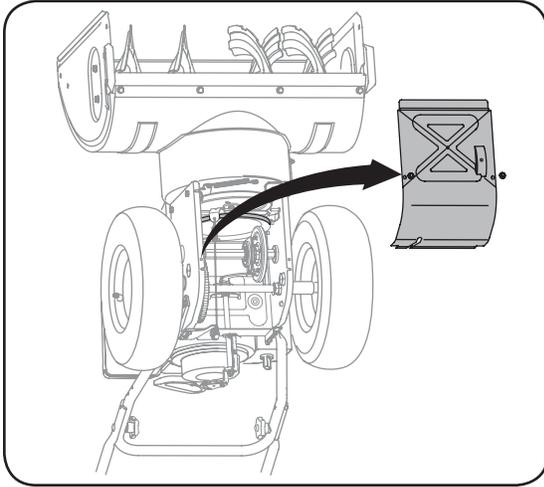

Figure 6-5
1. Basculez doucement la souffleuse vers l'avant pour la faire reposer sur l'habitacle de la tarière. Voir la Figure 6-5.
2. Démontez le couvre-châssis du dessous de la souffleuse en retirant les quatre vis auto-taraudeuses qui le maintiennent en place. Voir la Figure 6-5.
2. Basculez doucement la souffleuse vers l'avant pour la faire reposer sur l'habitacle de la tarière. Voir la Figure 6-5.
2. Basculez doucement la souffléuse vers l'avant pour la faire reposer sur l'habillage de la tarière. Démontez le couvre-châssis du dessous de la souffléuse en retirant les quatre vis auto-taraudeuses qui le maintiennent en place. Voir la Figure 6-5.
1. Basculez la souffluse vers l'avant puis démontez le couvre-châssis du dessous de la souffluse en retirant les vis auto-taraudeuses. Voir la Figure 6-5 à la page 17.